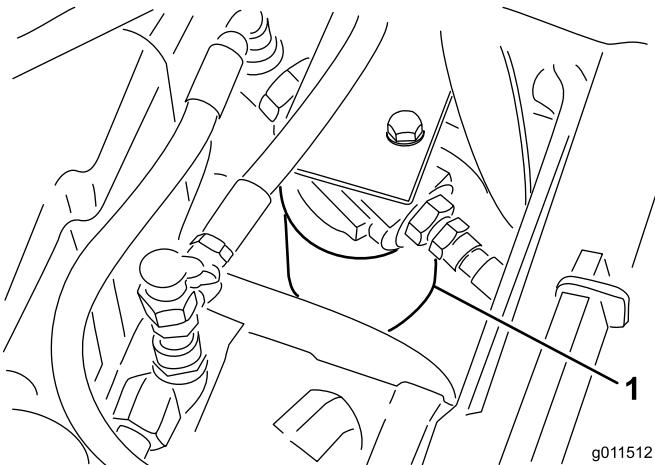

Figure 75
- Nettoyez la zone autour de la surface de montage du filtre. Placez un bac de vidange sous le filtre et enlevez le filtre (Figure 75).